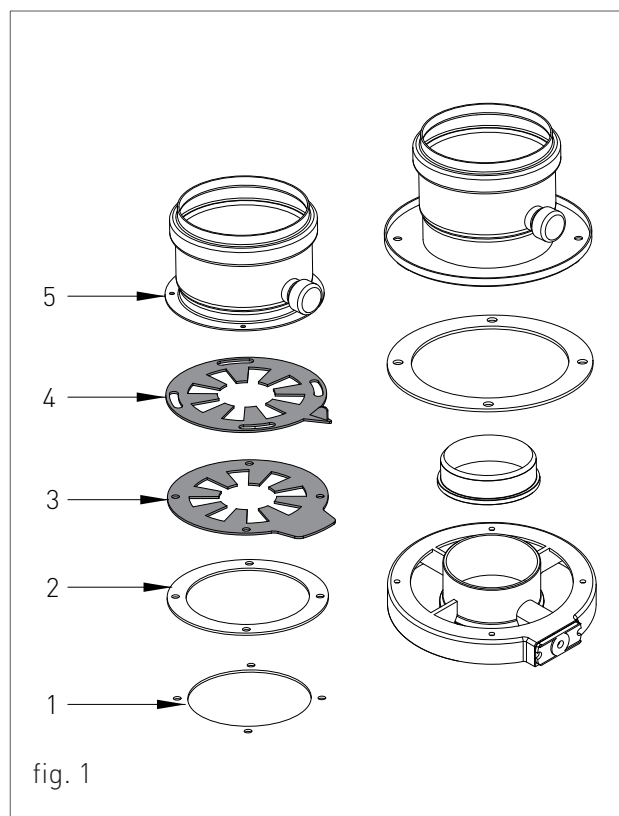

fig. 1
Per il montaggio dei diaframmi regolabili sul sistema sdoppiato procedere nel seguente modo (vedi fig.1):
- > pulire la superficie della testata in corrispondenza del foro di aspirazione aria (1-fig.1);
- > attaccare la guarnizione adesiva in neoprene (2-fig.1) sul foro di aspirazione aria, centrando i fori fustellati della guarnizione con quelli del foro di aspirazione;
- > inserire prima il diaframma inferiore con la scala graduata (3-fig.1), poi il diaframma superiore con l'indice di riferimento (4-fig.1);
- > inserire il raccordo flangiato (5-fig.1) o altro componente previsto in base al sistema sdoppiato adottato;